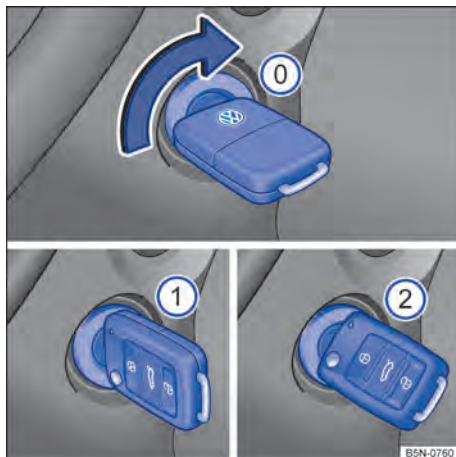

Fig. 84 Ao lado do volante, à direita: posições da chave do veículo no cilindro da ignição.
Posições da chave do veículo → Fig. 84
3.	Girar a chave do veículo na ignição para a posição → Fig. 84  para dar partida no motor – não acelerar.
5. Girar a chave do veículo no cilindro da ignição para a posição → Fig. 84 **⓪**.